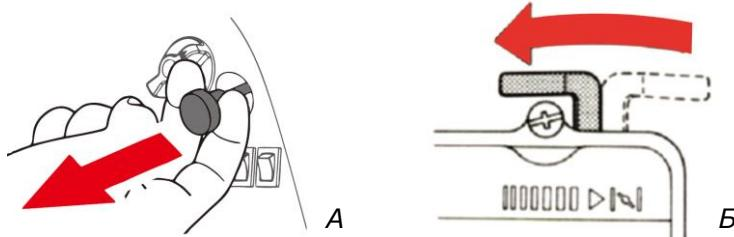

Рисунок 6
- Закройте воздушную заслонку переведя ее в положение OFF (Закрыто) (Рисунок 6 А или Б)